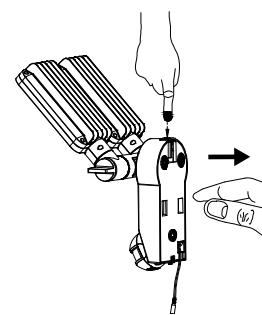

Bild 2
- Drücken Sie den Entriegelungsknopf auf der Oberseite (Bild 2) und öffnen Sie das Gehäuse durch wegziehen der Wandhalterung